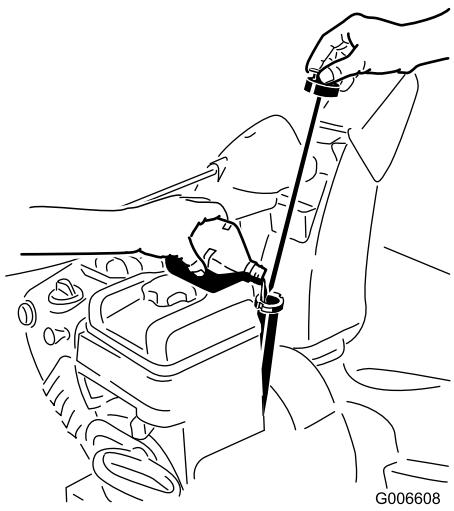

Bild 12
1. Nehmen Sie den Peilstab heraus und füllen Sie das Öl **langsam** in den Einfüllstutzen ein, um den Ölstand auf die Vollmarke am Peilstab anzuheben. **Überfüllen Sie nicht.** (Bild 12).